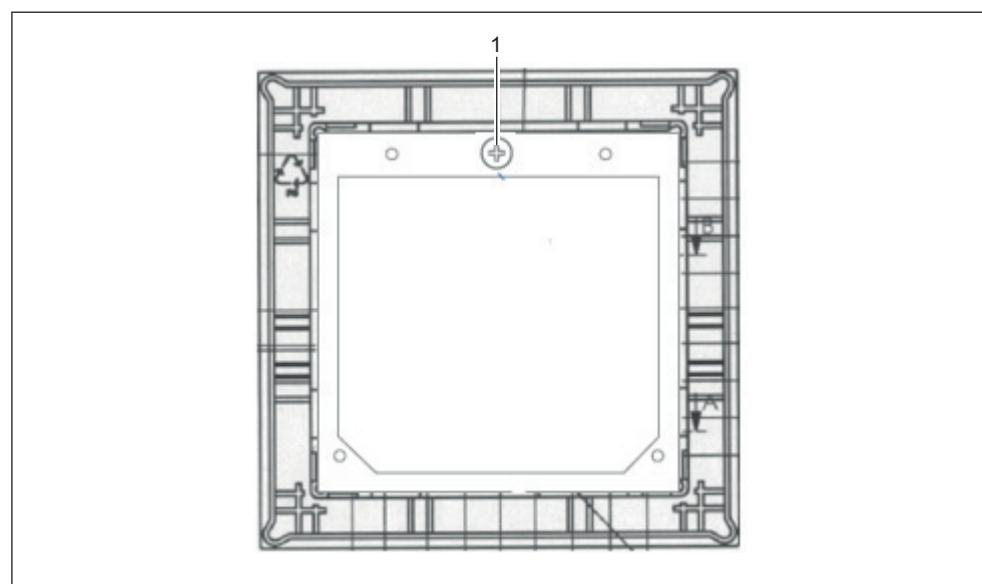

Abb. 18: Lieferzustand Siedle-Blindmodul (nicht im Lieferumfang enthalten)
1. Klemmblech lösen (Abb. 18/1) und aus Blindmodul (nicht im Lieferumfang enthalten) entnehmen.